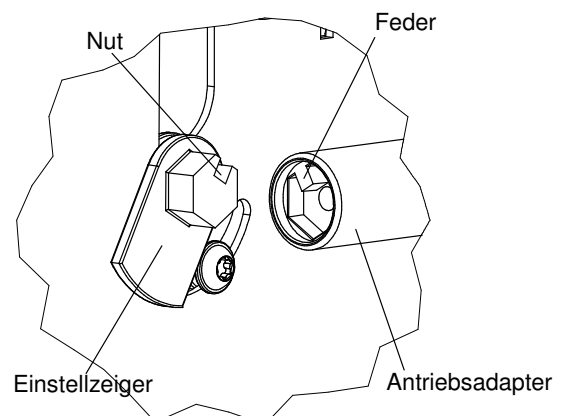

Abb. 14
- Antriebsadapter durch die Führung der Antriebskonsole und des Revisionsdeckels auf den Einstellzeiger des VRL1 Volumenstrombegrenzers aufstecken, dabei deren Nut- und Feder Verbindung beachten (Abb. 14).